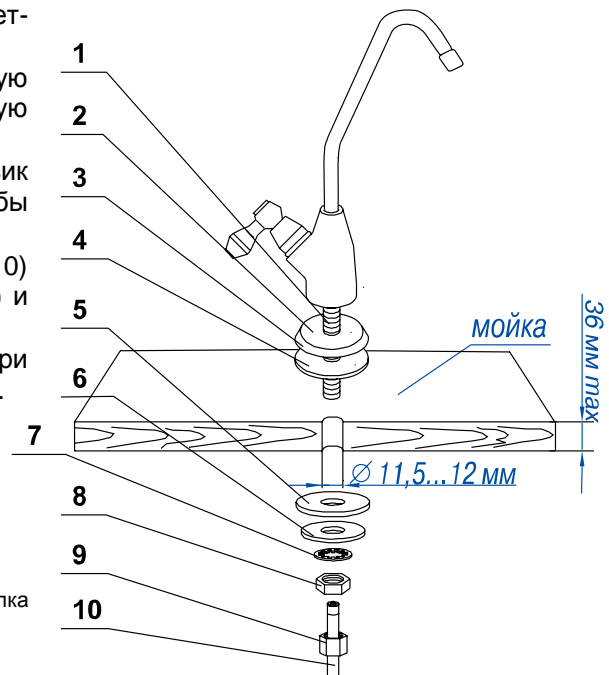

Рисунок 4. Кран для чистой воды
3.2. К крану для чистой воды с запрессованной латунной втулкой (1 м) (Рис. 4, поз. 10)	1 шт.
8. Кран для чистой воды (Рис. 4)	1 компл.
5.2 Установка крана для чистой воды (Рис. 4)
- Наденьте на резьбовой хвостовик (1) крана резиновую прокладку (2), декоративную подставку (3), резиновую прокладку (4) и вставьте кран в отверстие мойки.
- Снизу столешницы наденьте на резьбовой хвостовик пластиковую (5) и металлическую стопорную (6) шайбы и наверните крепежную гайку (7).
- В резьбовой хвостовик крана (1) вставьте трубку (10) концом с запрессованной металлической втулкой (8) и наверните накидную гайку (9) до упора;
- Проверьте прочность закрепления трубки (10). При усилии 8–10 кгс трубка (10) не должна вытаскиваться.